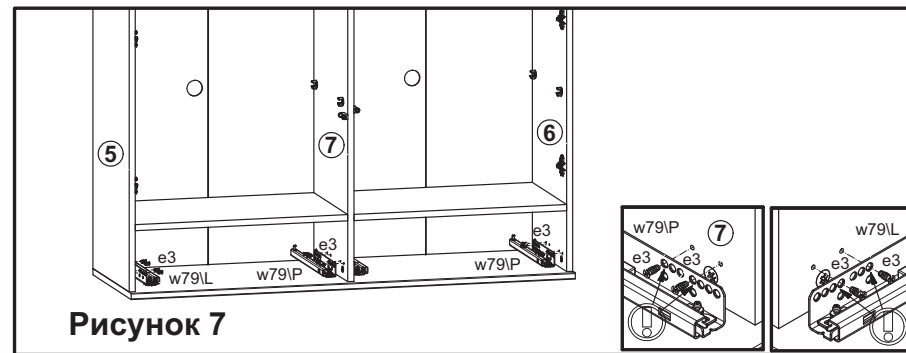

Рисунок 7
15. В отверстия  $\phi 5$  мм на внутренних поверхностях стенок **5, 6, 7** еврошурупами **e3** закрепить направляющие **w79L** и **w79P** (см. рис. 7).